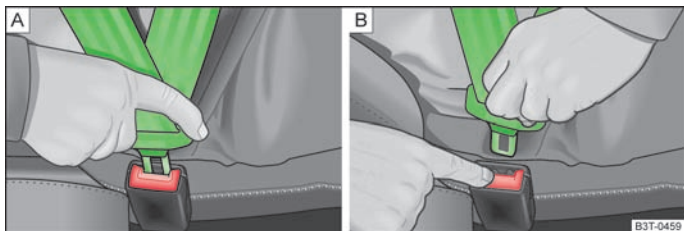

Fig. 138 Bouclage/débouclage des ceintures de sécurité
- Engagez la languette dans la boucle du siège correspondant » fig. 138 -  jusqu'à ce qu'elle s'enclenche de façon audible.
- Appuyez sur la touche rouge de la boucle » fig. 138 - , la languette est éjectée.